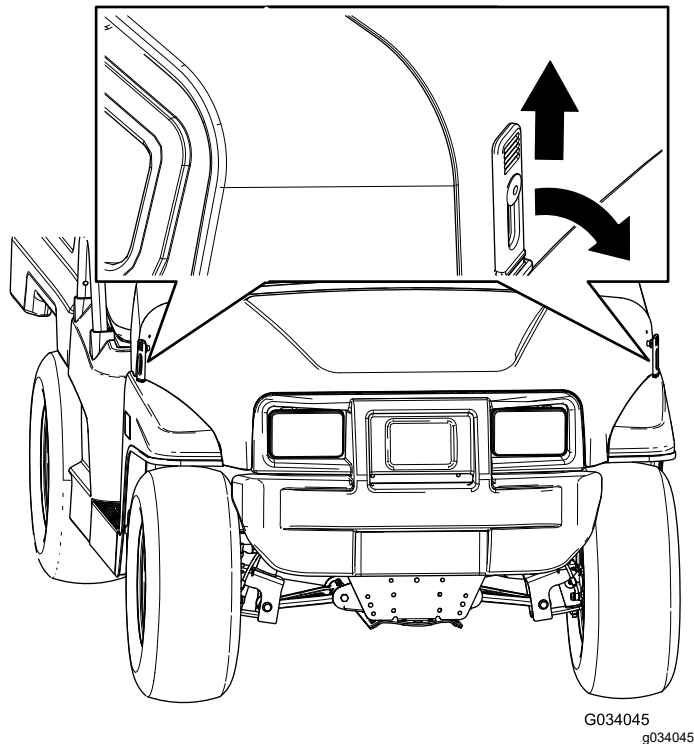

Figura 24
1. Tire hacia arriba de los cierres de goma de cada lado del capó (Figura 24).
2. Sujete el capó alineando los cierres de goma con los anclajes situados en cada lado del capó (Figura 24).